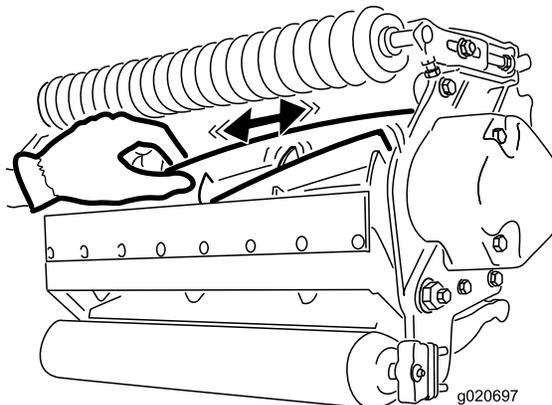

Figura 25
2. Utilizzando uno straccio o un guanto ben imbottito, bloccate la lama del cilindro e tentate di spostare il gruppo cilindro da lato a lato (Figura 25).